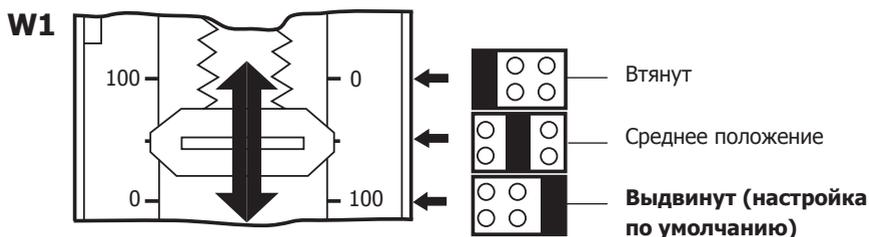

Рис. 27
4.2.1 Настройка переключателя W1 (потеря управляющего сигнала, рис. 27)